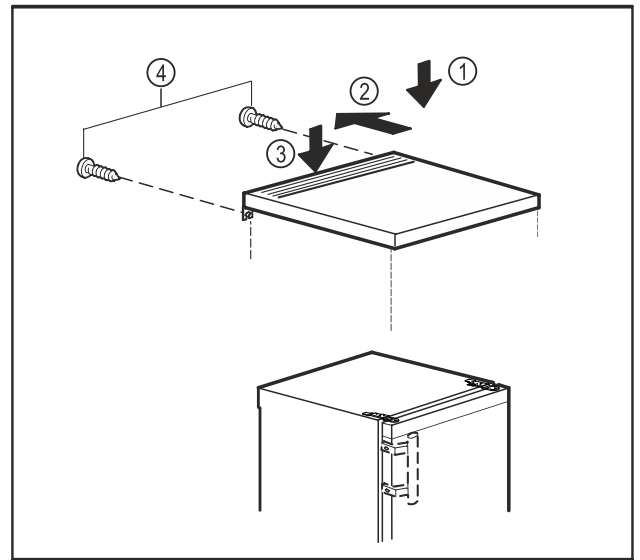

Fig. 10
- ▶ Helyezze az asztallapot a készülékre. Fig. 10 (1)
- ▶ Tolja hátra az asztallapot. Fig. 10 (2)
- ▶ Nyomja le az asztallap hátsó részét. Fig. 10 (3)
- ▶ Csavarozza a helyükre a csavarokat a hátoldalon. Fig. 10 (4)